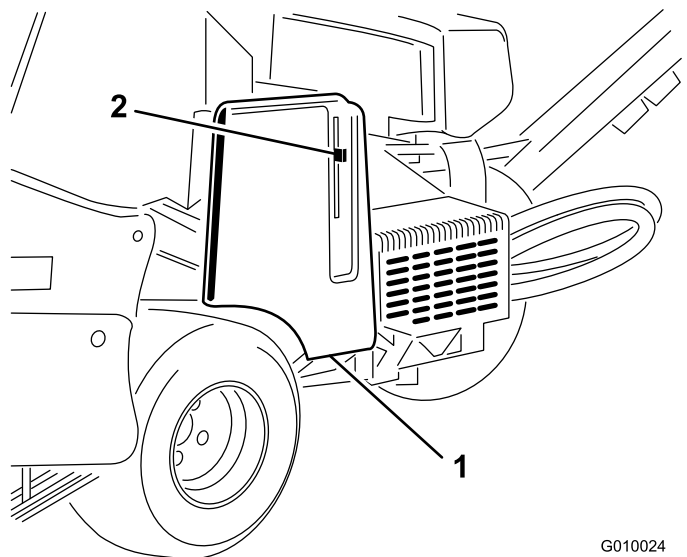

Рисунок 8
1. Найдите отверстие в крышке ремня рядом с рычагом защелки (Рисунок 8 и Рисунок 9).